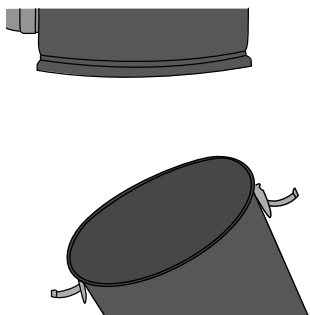

figura 13A
2. Suelte los dos enganches, retire el tanque y vacíelo (**figura 13A**).